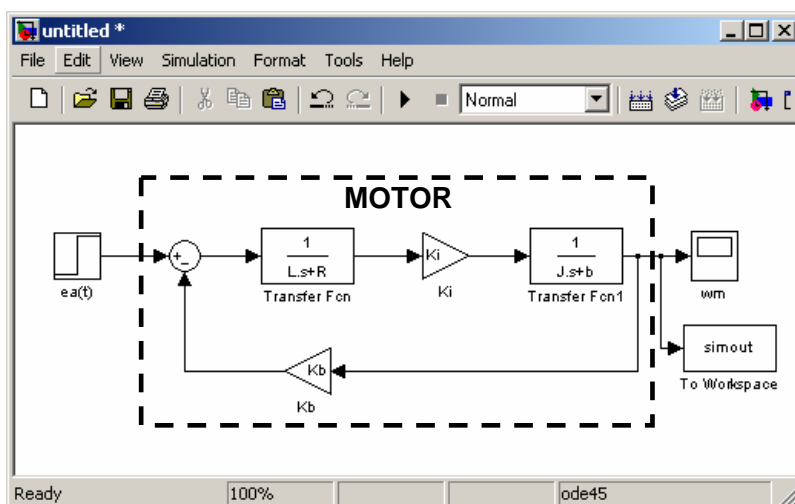

Figura 9. Representació Simulink del motor d'iman permanent utilitzant funció de transferència.
També es pot modelar el sistema buscant primer la funció de transferència $\frac{\Omega_m(s)}{T_m(s)}$ amb (3), i després afegir els blocs representats per les altres equacions per arribar a un sistema amb entrada $e_a(t)$ i sortida $\omega_m(t)$ (Figura 9)